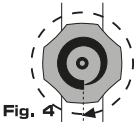

Fig. 4
- 4) Verifique a posição da flecha situada no manípulo de aperto. **Fig.4**
- 5) Rode o manípulo de fecho uma volta completa de modo que a flecha volte a posição inicial. **Fig.4**
- 6) Repita o ponto N° 5 para mais uma volta completa. **Fig.4.** Para cada nova utilização deverá seguir sempre este processo, isto é dar duas voltas completas de modo a garantir uma correta vedação da sua panela de pressão.